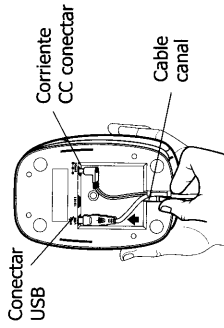

Figura 4
- 1 Conecte el cable USB al puerto USB en la parte inferior de la impresora. Véase Figura 4.